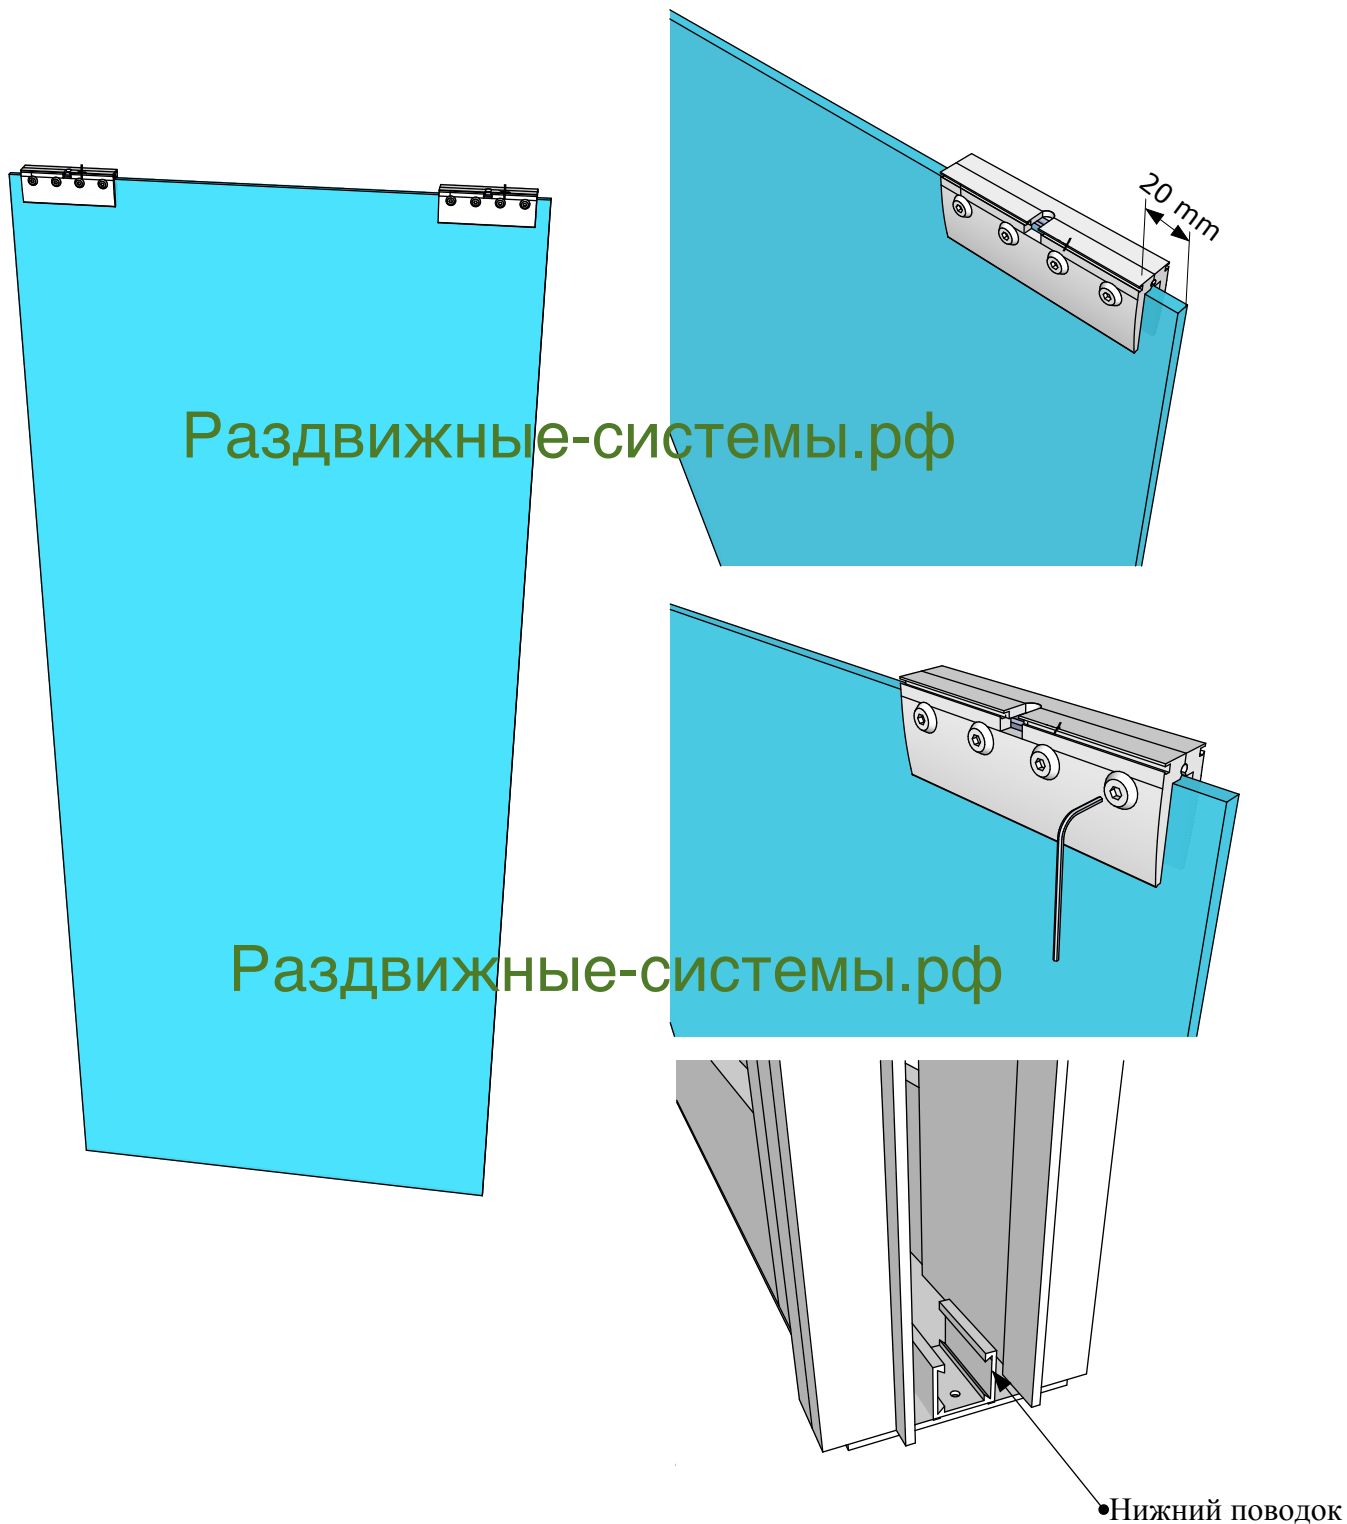

Рисунок 12
8. Подготовка дверного полотна к монтажу (Рис.12).